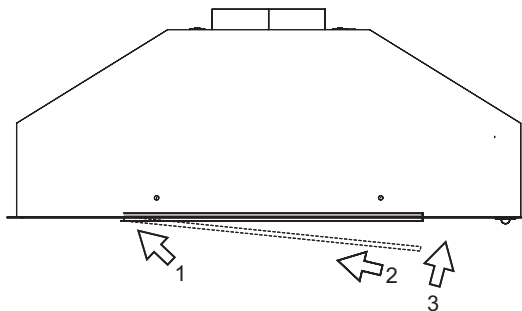

FIG 5
**Installation des filtres de maille métalliques, FIG 5 :**